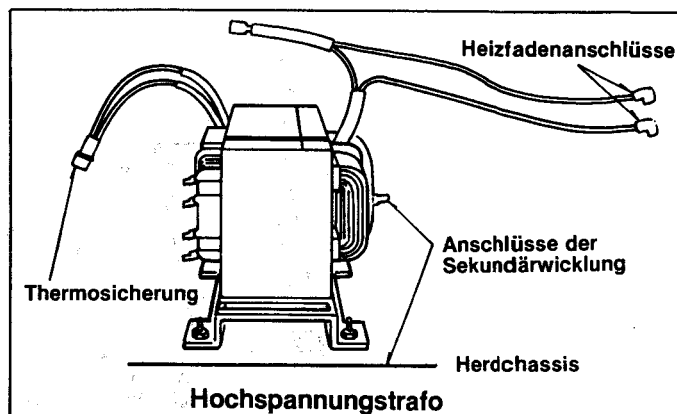

Abb. 35
1. Hochspannungstransformator Abb. 35.
- (A) Alle Anschlüsse abtrennen und jede Wicklung auf Durchgang prüfen.
- (B) Normal sind folgende Werte (kalt) :